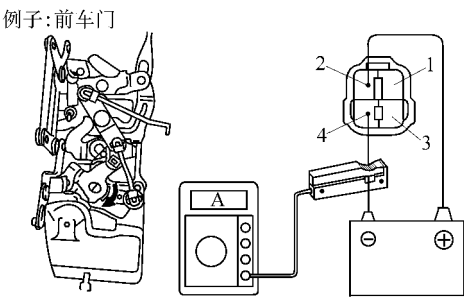

图 18-167 用电流测试棒触碰正极
①将正极 (+) 导线从蓄电池连接到端子 2，负极 (-) 导线连接到端子 4。用电流测试棒触碰正极 (+) 或负极 (-) 导线，如图 18-167 所示。检查电流是否在 20 至 70s 内从